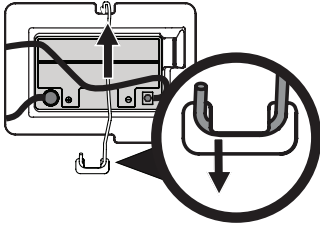

Figure 13
NOTE : Le faisceau électrique doit être placé au-dessus de la barre de retenue de la batterie. Autrement, il risque d'être endommagé (Figure 13 à la page 75).
3. Sur l'aide à droite, appuyez sur la tige de retenue en poussant et en sortant l'extrémité courbée de la languette. Faites pivoter la tige de retenue de la batterie vers le haut et retirez la batterie (Figure 13).